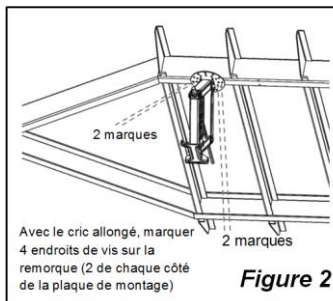
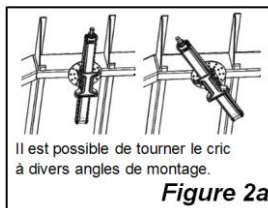

Figure 2
Figure 2a
4. Using the pre-punched holes on the mounting plate as a template, mark 2 screw locations on each side of the jack, for a total of 4 screws per jack, as shown in **Figure 2**. **NOTE:** By using the different hole patterns on the radial mounting plate, you can rotate the jack to mounting positions at different angles, so that it does not protrude from the side of the trailer, as shown in **Figure 2a**.
4. En utilisant les trous préperforés sur la plaque de montage comme point de référence, marquer deux endroits pour les vis de chaque côté du cric, pour un total de quatre vis par cric, comme le montre la **Figure 2**.
REMARQUE : à l'aide des différentes configurations de trous sur la plaque de montage radiale, il est possible de tourner le cric à divers angles de positions de montage, de sorte qu'il ne soit pas en saillie de l'autre côté de la caravane, comme le montre la **Figure 2a**.